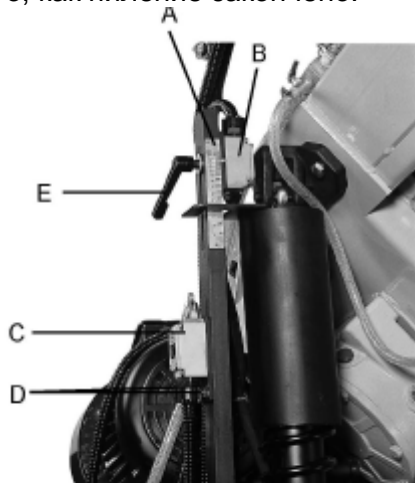

Рис. 7
2. Разблокируйте концевой выключатель (B, Рис. 7), ослабив рукоятку (E, Рис. 7).
3. В соответствии со шкалой (A, Рис. 7) установите необходимую высоту подъема.
4. Затяните рукоятку (E, Рис. 7).
5. Если пила автоматически не отключается после завершения распила, значит нужно отрегулировать концевой выключатель (C, Рис. 7). Обратитесь к разделу «Автоматическое отклю-
чение» путём ослабления двух винтов (D, Рис. 7).